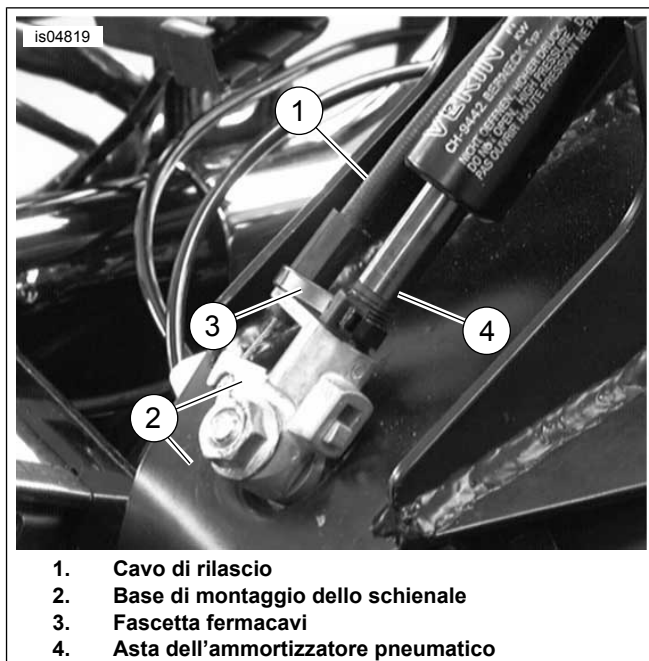

Figura 6. Collegare il cavo alla base di montaggio della staffa
12. Vedere la figura 6. Collegare come illustrato il cavo di rilascio (1) alla base di montaggio dello schienale (2). Usando la fascetta fermacavi (3) in dotazione, fissare con cura il cavo all'asta dell'ammortizzatore pneumatico (4). Non stringere eccessivamente la fascetta fermacavi.